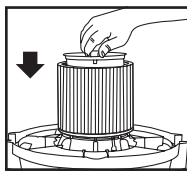

FIGURE 6
12. Placez le porte-filtre dans la partie supérieure de la cartouche filtrante. **FIGURE 6.**